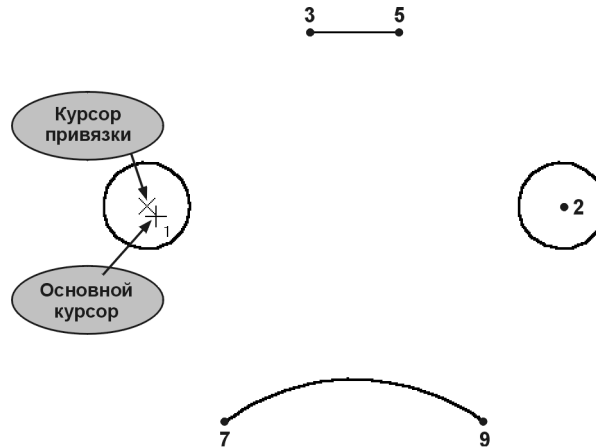

Рис. 9.13. Срабатывание привязки **Ближайшая точка**
2. В ответ на запрос системы **Укажите начальную точку отрезка или введите ее координаты** поместите курсор приблизительно в центр окружности (точка 1, рис. 9.13).